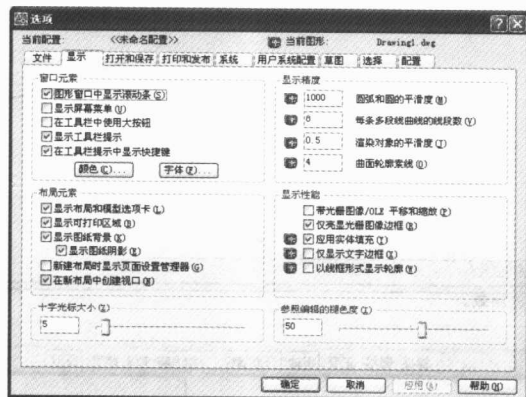

图 1-7 【显示】选项卡
(1) 在弹出的“选项”对话框中，切换到【显示】选项卡，如图 1-7 所示。